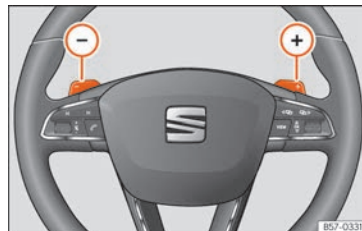

Abb. 222 Lenkrad: die Hebel für Automatikgetriebe.
- Tippen Sie die Schaltwippe  um einen Gang hochzuschalten »» **Abb. 222**.